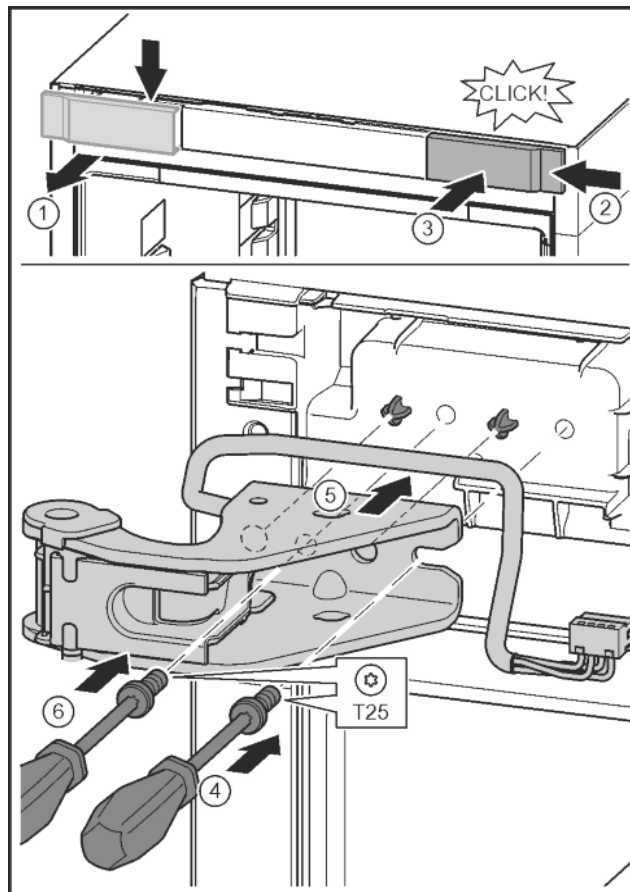

Fig. 27
- ▶ Poluzować osłonę i zdjąć w bok. Fig. 27 (1)
- ▶ Osłonę obrócić o 180° założyć z drugiej strony od prawej. Fig. 27 (2)
- ▶ Zazębić osłonę. Fig. 27 (3)
- ▶ Śrubę założyć przy pomocy śrubokręta T25. Fig. 27 (4)
- ▶ Założyć górną płytkę zawiasu. Fig. 27 (5)
- ▶ Dokręcić śrubę. Fig. 27 (4)
- ▶ Śrubę założyć przy pomocy śrubokręta T25 i mocno dokręcić. Fig. 27 (6)